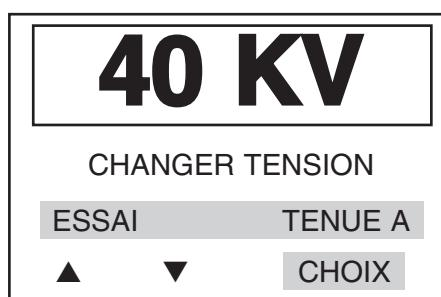

Fig. 11 Exemple d'affichage pour le réglage d'un essai de tenue en tension
2. Appuyer sur la touche de gauche intitulée "A". L'affichage apparaît comme sur celui de la figure 11. Utiliser les clés '▼', '▲' pour abaisser ou augmenter la tension d'essai de tenue jusqu'à la valeur choisie.